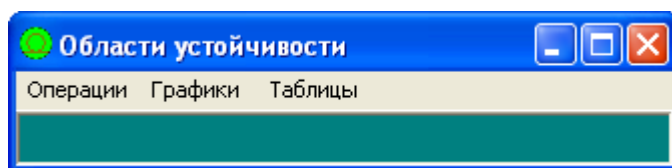

Рис.1.1.
- 1.2. На рис.1.1 приведено окно программы после запуска. В верхней части окна – главное меню программы.